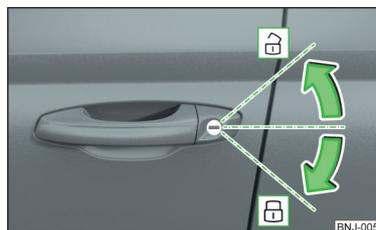

Fig. 35
**Desbloquear/bloquear el vehículo con la llave » fig. 35**